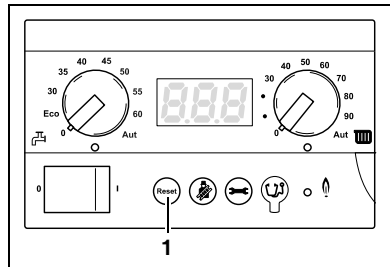

Bild 28 BC10 – knappen "Reset"
- Återställ störningen genom att trycka på knappen "Reset" (bild 28, pos. 1) i ca 5 sekunder. På displayen visas . Värmepannan försöker återställa störningen. Om ett normalt driftmeddelande därefter visas på displayen har störningen åtgärdats. Upprepa annars återställningen två eller tre gånger.